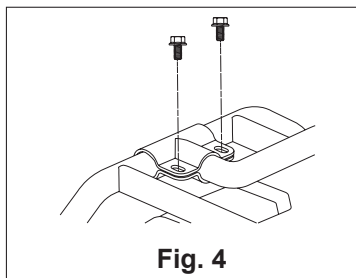

Fig. 4
4. Asegure los soportes utilizando un casquillo de 10 mm y un destornillador para instalar los cuatro pernos M8-1,25 x 16 mm (Fig. 4). Apriete los pernos a 17 libras-pie (204 libras-pulgada o 23 Nm).